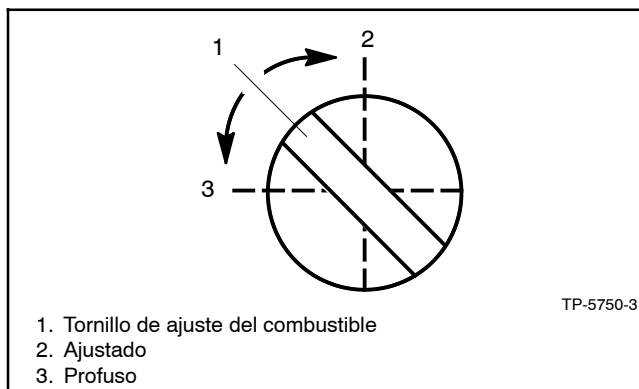

Figura 9-11 Ajuste de mezcla de combustible, típico
2. **Ajuste preliminar:** Girar las agujas de ajuste del combustible principal 1 1/2 - 2 1/2 vueltas hacia fuera (sentido anti horario). Girar la aguja de ajuste de la mezcla de ralentí (si se utiliza) 1/2 - 1 vuelta hacia fuera (sentido antihorario). Consulte la Figura 9-11.
2. Ajustar el tornillo de mezcla de combustible (Figura 9-11) hasta que el motor arranque suavemente.